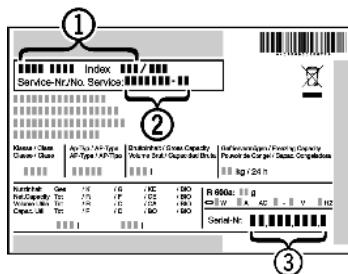

Fig. 11
- Обратитесь в сервисную службу и сообщите вид неисправности, наименование устройства *Fig. 11 (1)*, сервисный № *Fig. 11 (2)* и серийный № *Fig. 11 (3)*.